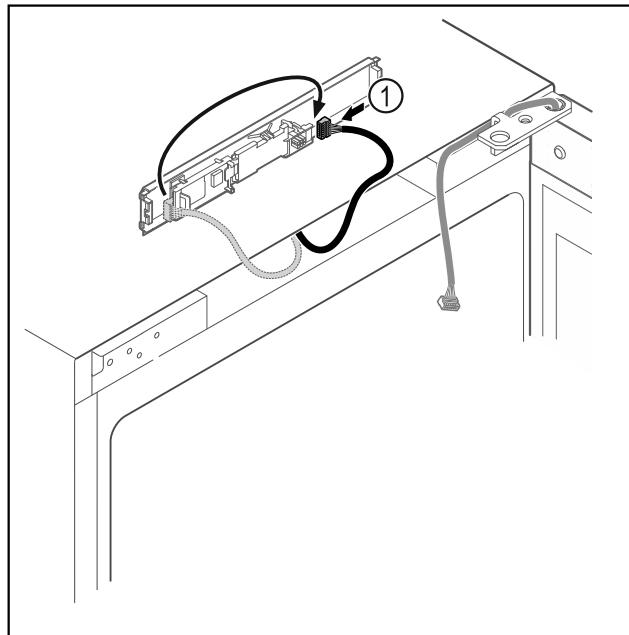

Fig. 19
► Переставьте штекер Fig. 19 (1) на панели.